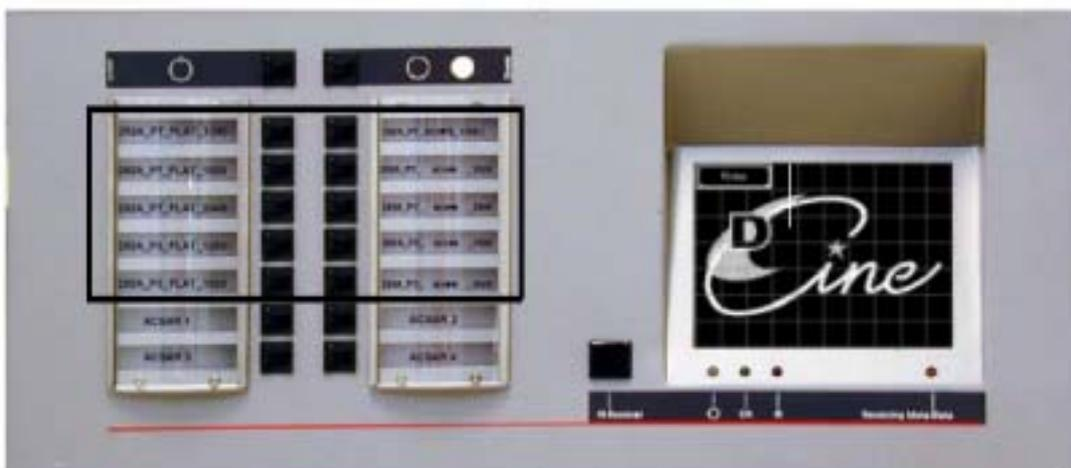

图4-2 预配置的按钮
1. 下图说明工厂分配给宏的按钮：（图4-2）注意：按钮1~10分别代表工厂预置的电影放映键。